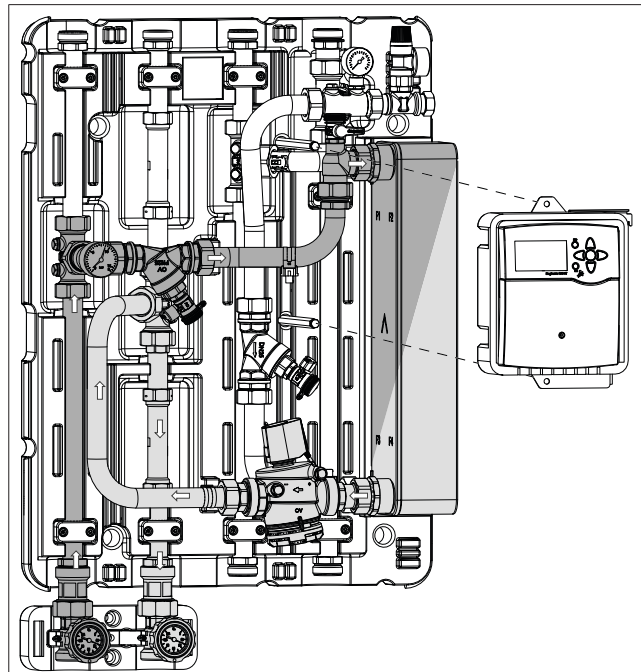

Abb. 16: Primärseite Regudis H (Anschluss von unten)
Das heiße Versorgungswasser aus dem Nah- bzw. Fernwärmenetz strömt durch den Vorlauf entweder von oben oder unten (siehe Abb. 16 auf Seite 18) in den Wärmeübertrager (siehe Abb. 4 auf Seite 8 (7)).
Das Versorgungswasser wird über den Primärkreis Rücklauf (siehe Abb. 16 auf Seite 18) an das Versorgungsnetz zurückgeführt.